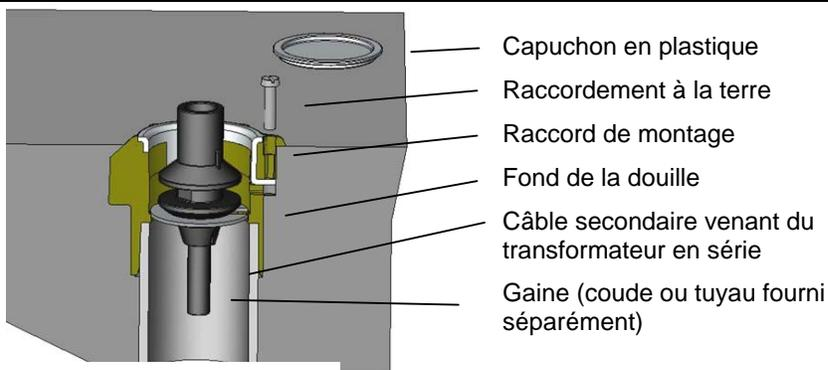

Figure 2
2.	<p>Installation : Creusez la fondation et placez le TC3 comme indiqué sur la fig. 1. Assurez-vous que l'axe du MC3 est bien vertical. Le raccord MC3 peut également être utilisé avec un tuyau droit de diamètre extérieur de 2" ou 63,3-0/+0,3 mm, comme le EN 1452.</p>  <p>Figure 1: Installation (dimensions en mm)</p> <p>Après avoir ôté le béton à l'endroit choisi, le fil de terre peut être raccordé au MC3 (fig. 2). La fiche bipolaire FAA L823 de style 8 peut être accrochée au fond de la douille (fig. 3 ci-dessous).</p>